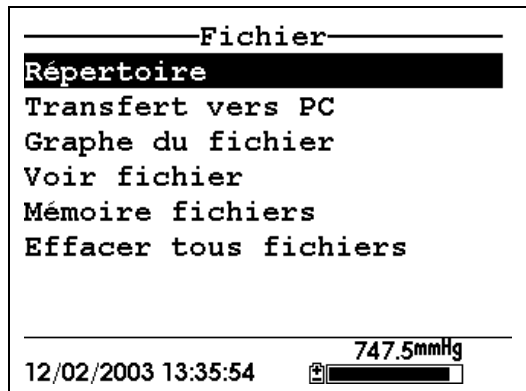

Figure 8.2 Ecran des fichiers
2. Utilisez les touches à flèches pour positionner le curseur sur le choix **Répertoire**. Reportez vous à la Figure 8.2 Ecran des fichiers.
1. Allez vers l'écran des fichiers comme décrit dans la Section 8.1 *Accéder à l'écran des fichiers*. Reportez vous à la Figure 8.2 Ecran des fichiers.
3. Utilisez les touches à flèches pour positionner le curseur sur le choix **Transférer vers un PC**. Reportez vous à la Figure 8.2 Ecran des fichiers.
3. Utilisez les touches à flèches pour positionner le curseur sur le choix **Transfert vers un PC**. Reportez vous à la Figure 8.2 Ecran des fichiers.
2. Utilisez les touches à flèches pour positionner le curseur sur le choix **Mémoire des fichiers**. Reportez vous à la Figure 8.2 Ecran des fichiers.